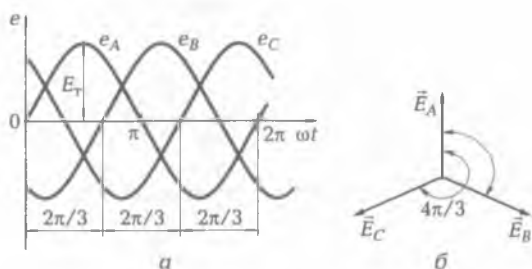
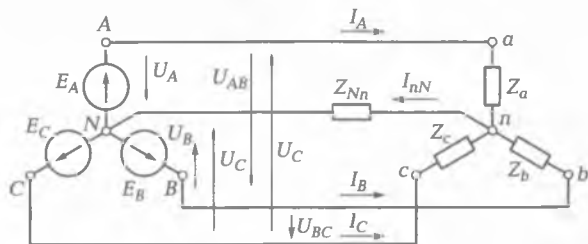

Рис. 4.13. Трехфазная симметричная система:
Рис. 4.15. Трехфазная четырехпроводная система
Каждую отдельную цепь трехфазной системы называют **фазой**. Временная диаграмма таких ЭДС  $e_A, e_B, e_C$  приведена на рис. 4.13, а, а их векторная диаграмма — на рис. 4.15, б.
**Соединение фаз нагрузки в «звезду» и «треугольник».** Если объединить концы фаз генератора и концы фаз нагрузки в общую точку (рис. 4.15), то получим трехфазную **четырёхпроводную** систему (так включают осветительные и бытовые приборы, однофазные двигатели и т. д.) или **трехпроводную** (трехфазные двигатели, индукционные печи и др.).
Для четырехпроводной системы (см. рис. 4.15), где приемники включены между нейтральным проводом и каждым из линейных проводов, можно записать: